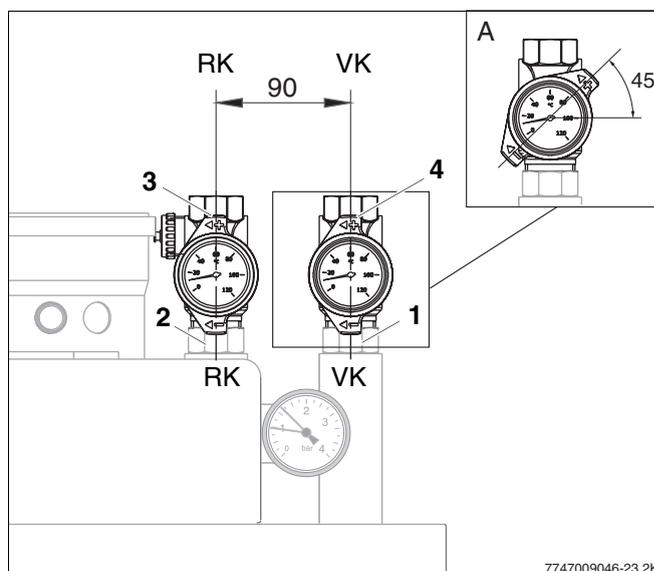

Bild 30 Anschluss-Set AS HK montieren
- In Rücklaufrohr (Bild 30, **Pos. 2**) Dichtung $\varnothing 21 \times 30 \times 2$ einlegen und Rücklaufkugelhahn (Bild 30, **Pos. 3**) anschrauben.
- In Vorlaufrohr (Bild 30, **Pos. 1**) Dichtung $\varnothing 21 \times 30 \times 2$ einlegen und Vorlaufkugelhahn (Bild 30, **Pos. 4**) anschrauben.
- Rücklauf- und Vorlaufkugelhahn ausrichten (siehe Bild 30).